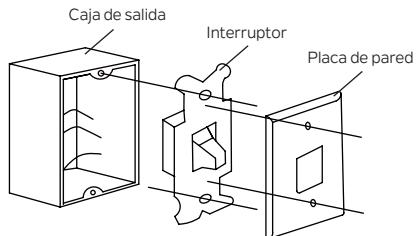

Figura 17
**Paso 1.** Retire la placa de pared existente y el interruptor antiguo de la caja de salida de pared. Desconecte los cables. (Figura 17)